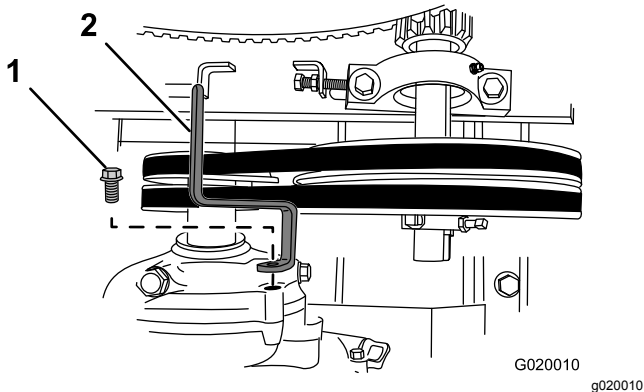

Figura 65
6. Retire el perno que sujeta la guía de las correas al motor, y retire la guía de las correas (Figura 65).
10. Sujete la guía de las correas provisionalmente al motor (Figura 65) con el perno que se retiró en el paso 6 de Retirada de las correas \(página 43\).